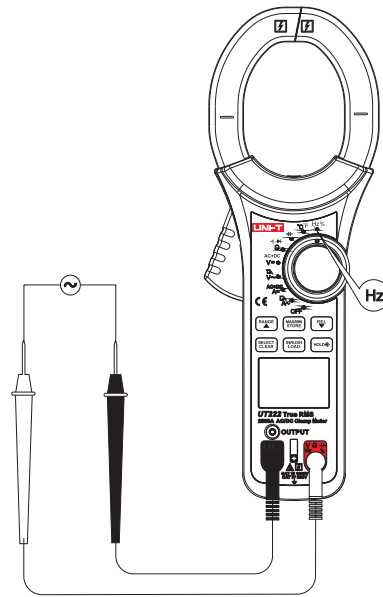

图10
7. 频率/占空比测量 (见图10)
- 电流测量功能必须在0°C~40°C之间操作,在直流电流测量时,如果读数为正值,则电流的方向为由上到下(见图10:面板为上,底盖为下)。按住扳机不要突然松开,霍尔元件是一种敏感器件,除了对磁敏感外,对热、机械应力均有不同程度的敏感,撞击会短时间引起读数变化。
- 电流测量功能必须在 $0^{\circ}\text{C}\sim 40^{\circ}\text{C}$ 之间操作, 在直流电流测量时, 如果读数为正值, 则电流的方向为由上到下(见图10: 面板为上, 底盖为下)。按住扳机不要突然松开, 霍尔元件是一种敏感器件, 除了对磁敏感外, 对热、机械应力均有不同程度的敏感, 撞击会短时间引起读数变化。
- 电流测量功能必须在0℃~40℃之间操作，在直流电流测量时，如果读数为正值，则电流的方向为由上到下（见图10：面板为上，底盖为下）。按住板机不要突然松开，霍尔元件是一种敏感器件，除了对磁敏感外，对热、机械应力均有不同程度的敏感，撞击会短时间引起读数变化。